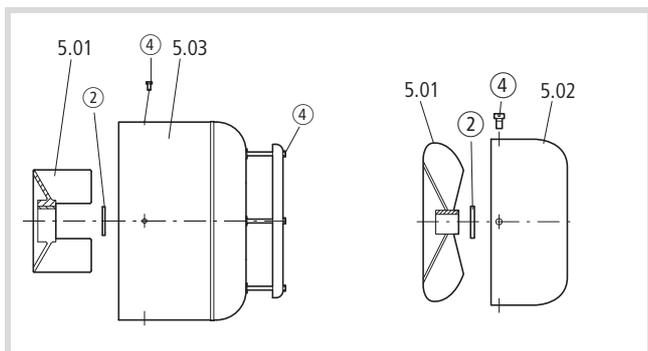

Abbildung 3: Haubenschrauben lösen und Sicherungsring abziehen
- ▶ Entfernen Sie die Befestigungsschrauben ④ der Lüfterhaube (5.02-03) und nehmen Sie die diese ab (→ Abb. 3).
- ▶ Entfernen Sie den Sicherungsring ② vor dem Lüfter (5.01) .